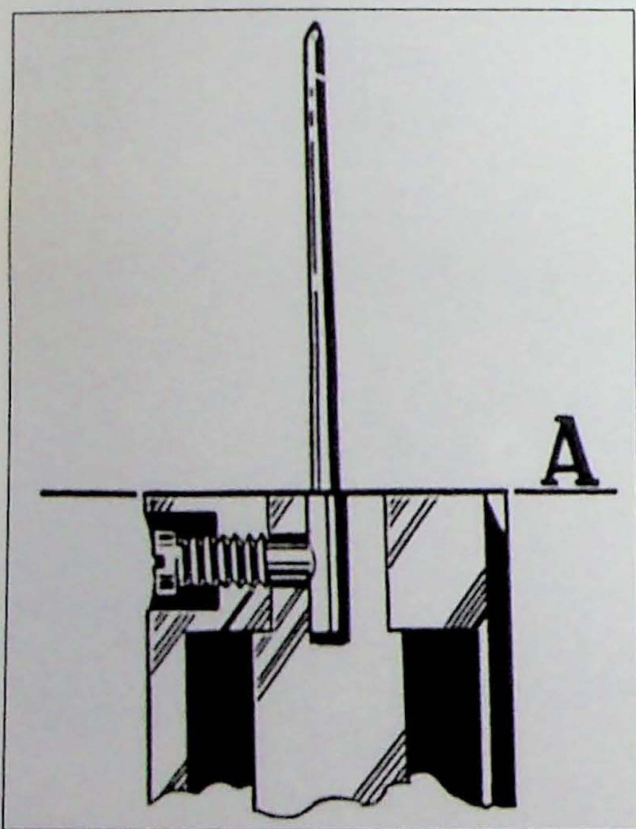

Fig. 3.15. Bevestiging van de brandstofnaald.
2. Monteer de brandstofnaald (10) (Fig. 3.15).
1. Monteer de brandstofnaald volgens Fig. 3.15. Slechts het conische gedeelte van de naald mag buiten de zuiger liggen.